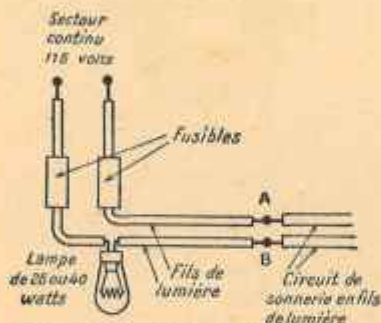

FIG. 144. — Montage d'une sonnerie sur le secteur continu.
Le montage est représenté par la figure 144 : la lampe est branchée directement sur le secteur, avec interposition de fusibles bipolaires; lorsqu'on produira un appel, la lampe s'allumera pendant tout le temps du signal (la lampe peut, d'ailleurs, être masquée si cette lumière intermittente risque de gêner). Comme précédemment, la consommation d'énergie élec-
Le montage précédent (*fig. 144*) est évidemment applicable aux secteurs alternatifs, mais on préfère alors, à juste titre, les petits transformateurs (§ 83), car il n'est pas nécessaire d'employer, comme ici, du fil lumière et des interrupteurs de lumière; de plus, l'emploi d'une lampe entraîne des dangers dont nous n'avons pas encore parlé (1). Nous sommes exactement dans la même situation qu'avec les interrupteurs unipolaires (*fig. 41*) :
Ajoutons que, lorsque l'installation de sonnerie est montée sur le secteur (fig. 143 et surtout fig. 144), il est prudent de n'opérer que *les mains gantées*.
(1) Lorsqu'on utilise le montage sur courant continu (fig. 144), il faut employer un interrupteur à rupture brusque (qui empêche les arcs de s'amorcer).